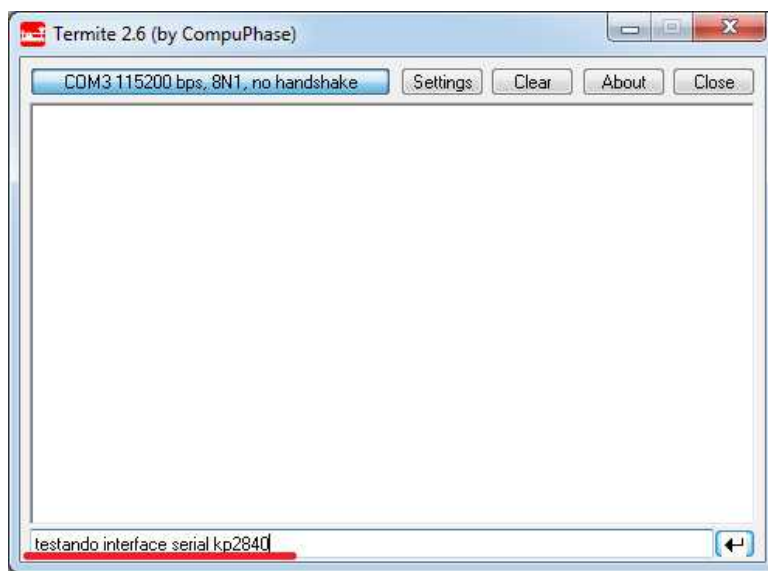

Figura 12: Digitando uma palavra ou frase de teste.
5) Digite uma palavra ou uma frase na barra inferior do Termite, conforme mostrado na Figura 12.